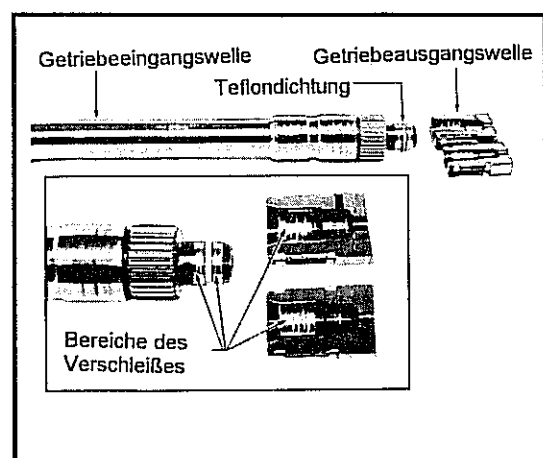

Abb. 10-98 Als normal anzusehender Verschleiß bzw. Abnutzung an den Getriebewellen
- Falls an der Getriebeeingangswelle erhebliche Abnutzung festgestellt wird, so ist diese unter Beachtung der folgenden Reihenfolge zu ersetzen. Siehe Abb. 10-98.
sind. Siehe Abb. 10-98.